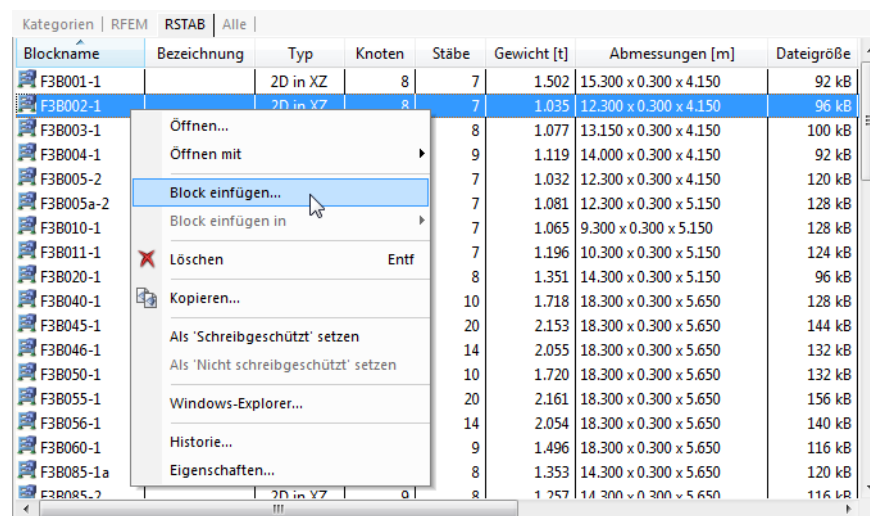

Bild 12.38: Kontextmenü *Block*
- dem Kontextmenü des Blocks (siehe Bild 12.38).